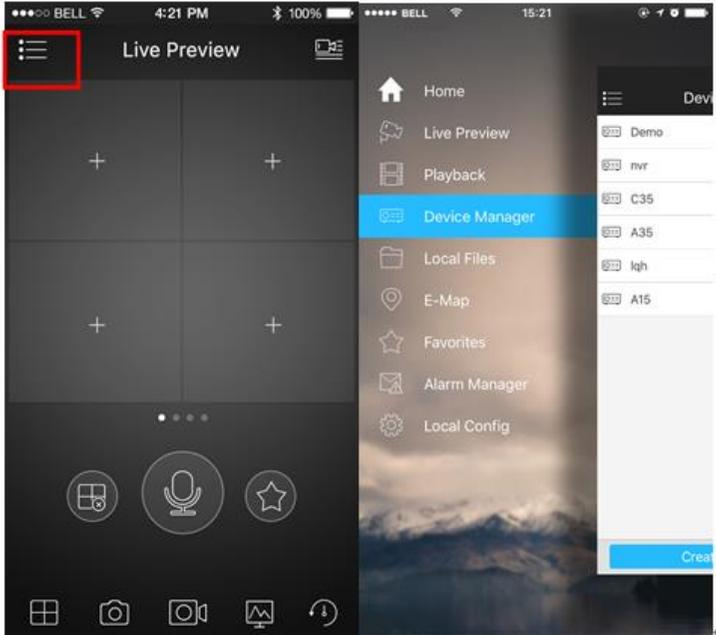

Figura 6-2
- 1) Toccare  e quindi andare su Device Manager. Vedere Figura 6-2.